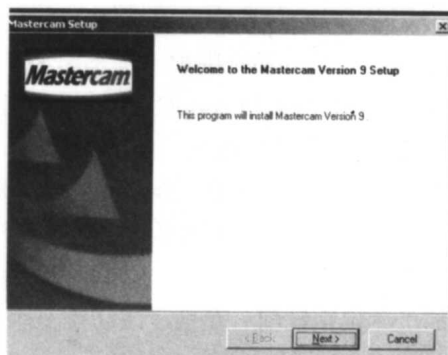

图 1-3
(2) 运行后显示 Mastercam Setup (Mastercam 设置) 对话框,在对话框显示 Welcome to the Mastercam Version 9 Setup (欢迎安装 Mastercam 9),如图 1-3 所示,单击“Next”(下一步)按钮。